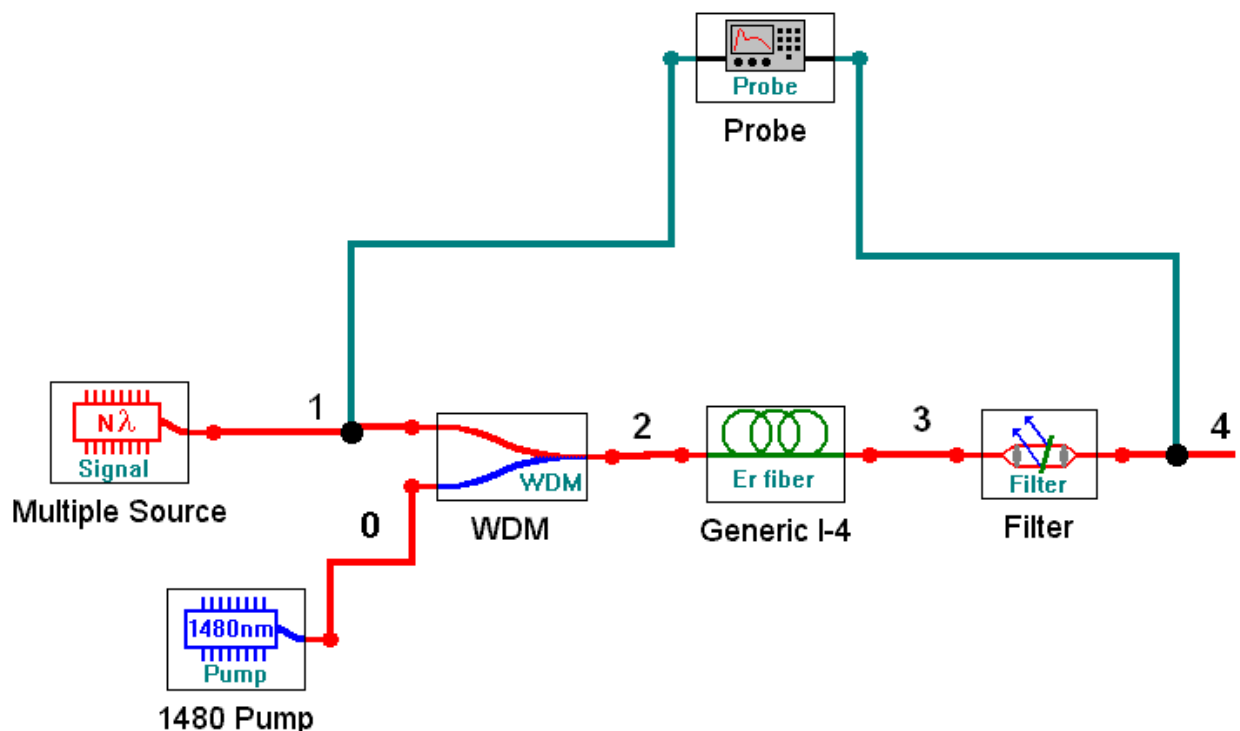

Рис. 2.1. Упрощенная схема ОУ на ОВ, легированном эрбием с попутной накачкой
- 2.2. Соберите схему исследования эрбиевого ОУ с попутной накачкой (рис. 2.1). Установите параметры источника излучения  $N\lambda$  *signal*, оставив в диапазоне от 1520 до 1560 нм 11 длин волн с уровнем мощности -30 дБм. Установите длину эрбиевого ОВ и длину волны накачки согласно таблице 1.1. Установите уровень мощности накачки 20 дБм.